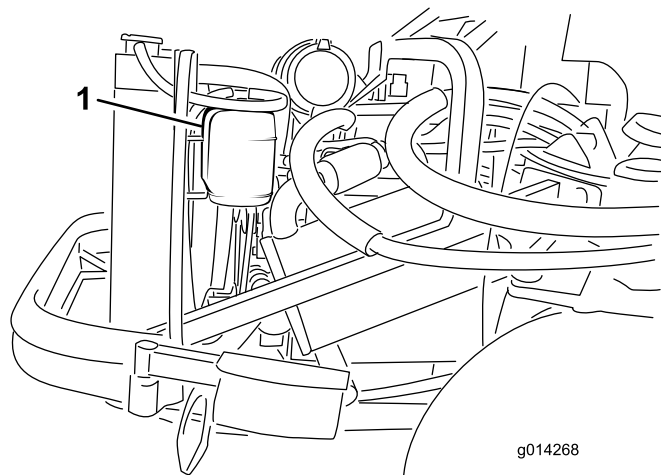

Figura 45
1. Verifique o nível de líquido de arrefecimento do depósito secundário (Figura 45). Este deve situar-se entre as marcas existentes no exterior do depósito.